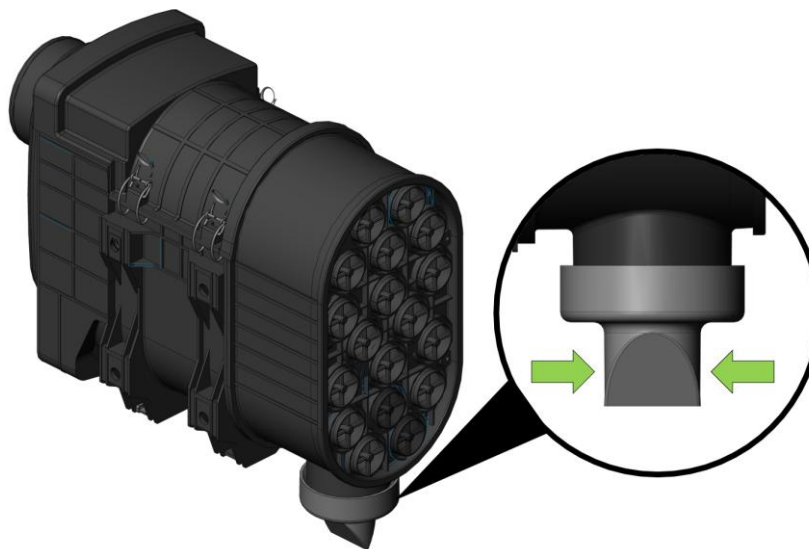

Рисунок 5.78. Клапан очистки пылесборника
- ▶ Надавить на клапан с двух сторон в направлении стрелок, см. рис. 5.78.